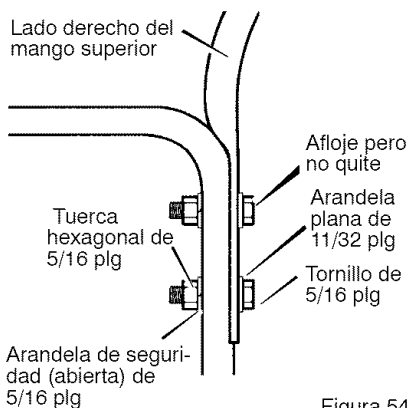

Figura 54
3. Afloje pero no quite los tornillos, arandelas planas, arandelas de seguridad y tuercas hexagonales que se encuentran en los agujeros superiores del mango inferior. Vea la Figura 54.